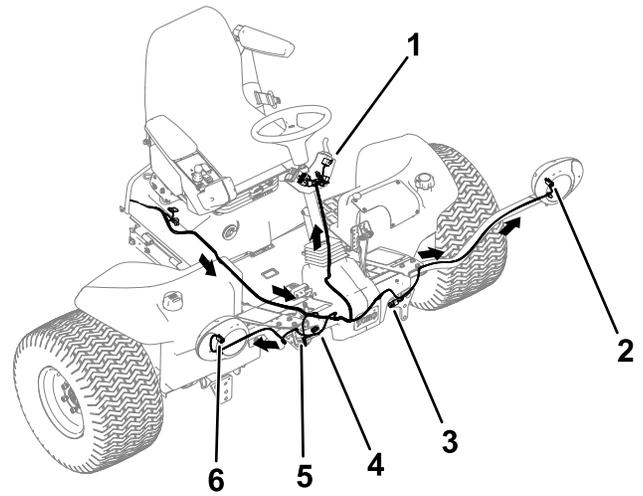

Figura 20
- Encaminhe a extremidade frontal da cablagem através da parte inferior da plataforma do operador para a frente da máquina (Figura 20).
- Enrosque cada conector de cablagem através do suporte de farol adequado e ligue-o ao farol (Figura 20).
- Ligue a sonda da cablagem, com dois conectores, à buzina (Figura 20).
- Ligue os conectores da cablagem do kit de luzes aos faróis do resguardo (Figura 20).
8. Encaminhe a cablagem para o conjunto do suporte da coluna na coluna de direção (Figura 20).